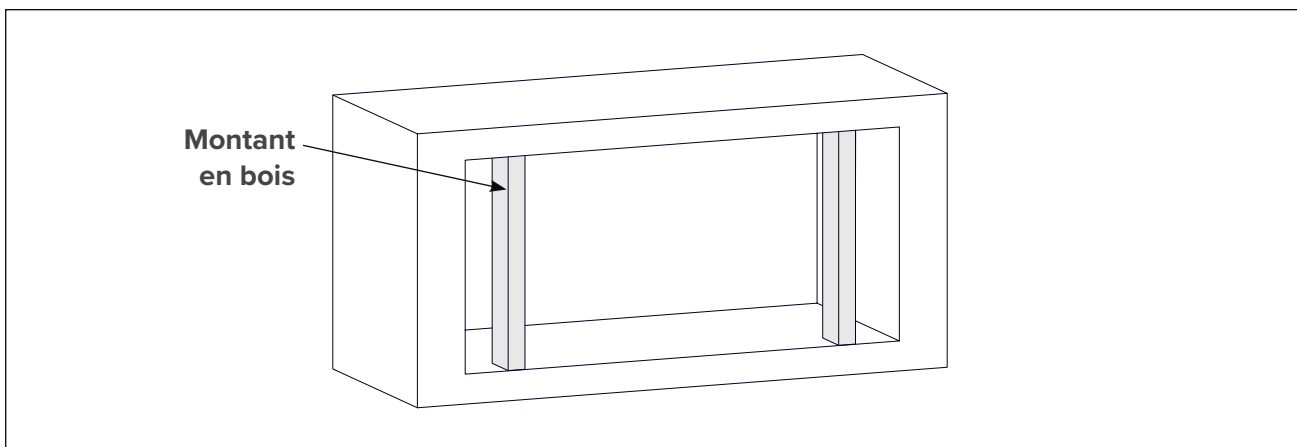

Fig. 3
- d. Si les languettes de montage ne peuvent pas être fixées directement au cadre du foyer existant, utilisez des montants en bois lorsque possible pour combler l'espace entre l'encastré et la structure environnante. Assurez-vous que tout support supplémentaire est rigide et solidement ancré au corps du foyer (**Fig. 3**).